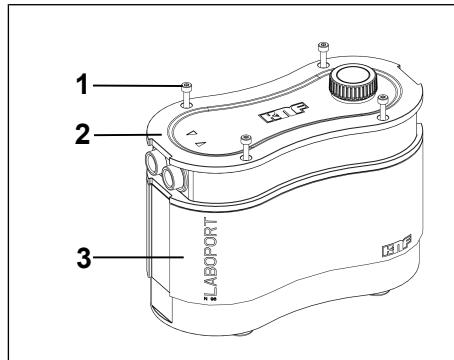
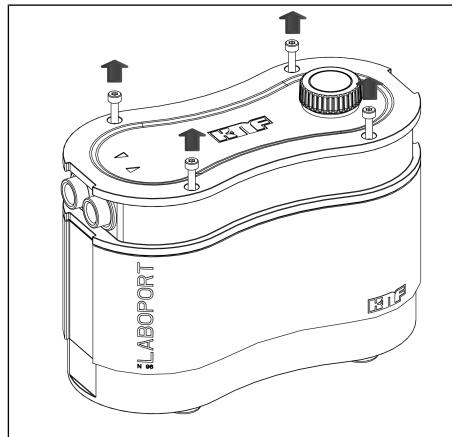
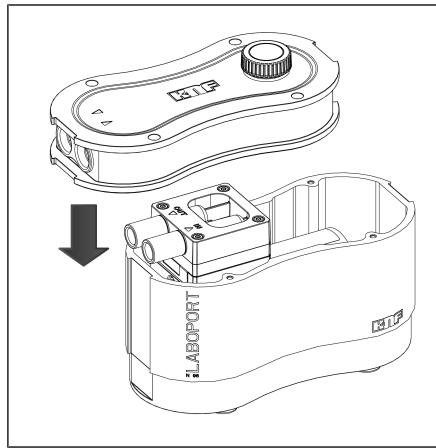

Abb.7: Gehäuse öffnen
Abb.8: Gehäuseschrauben lösen
Abb.12: Gehäusedeckel aufsetzen
1. Lösen Sie die vier Gehäuseschrauben (Abb. 7/1) und entnehmen Sie diese aus dem Gehäusedeckel (2) (siehe Abb. 8). Bewahren Sie die Schrauben für die spätere Wiedermontage auf.
1. Setzen Sie den Gehäusedeckel (Abb. 7/2) vorsichtig auf das Pumpengehäuse (3) (siehe Abb. 12).